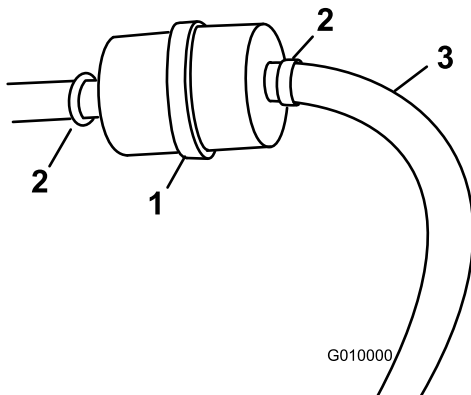

Figura 52
3. Allentate le fascette stringitubo e allontanatele dal filtro (Figura 52).
3. Allentate la fascetta stringitubo e spostatela in alto sul tubo del carburante, lontano dal filtro del carburante (Figura 52).
4. Scollegate il tubo del carburante dal filtro del carburante (Figura 52).
Nota: Lasciate spurgare la benzina in una tanica apposita o in una bacinella (Figura 52).
5. Collegate il tubo del carburante al filtro del carburante. Infilate la fascetta vicino al filtro del carburante, per fissare il tubo del carburante (Figura 52).
5. Installate un nuovo filtro nei flessibili e fissate le fascette stringitubo (Figura 52).